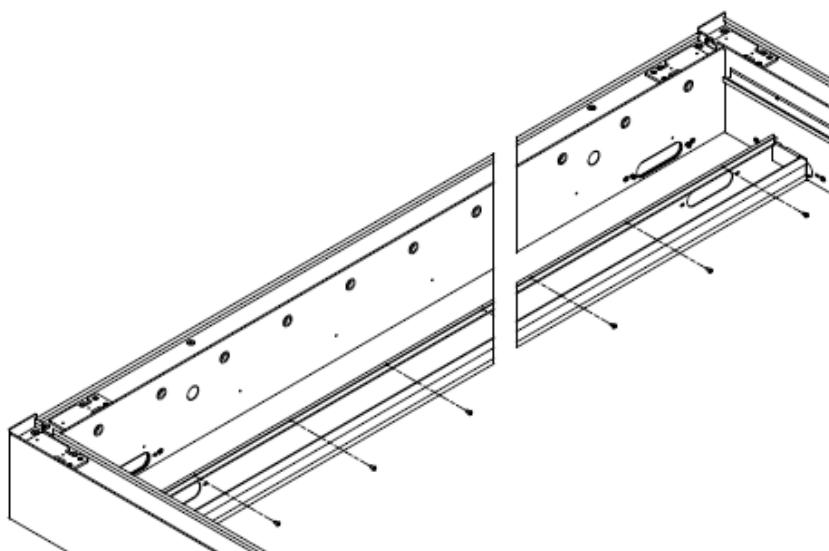

Figure 18
- Serrer la gouttière avec des vis laquées St4,8x13 (Fig. 18).